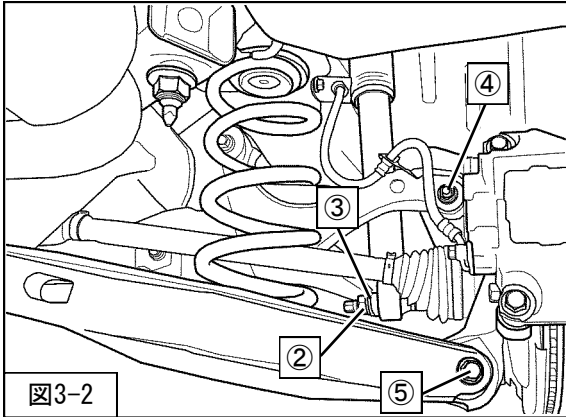

図3-2
を取外してください。(図3-2)
7. ⑤ロアアーム取付ボルト・ナットを取外してください。(図3-2)